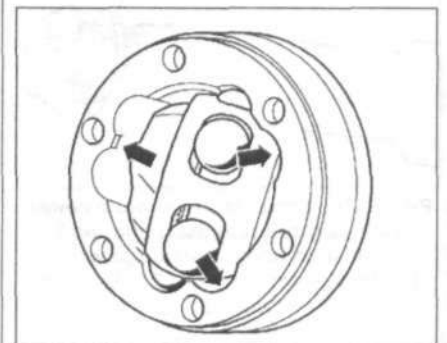

Рис. 9.38. Вставьте ступицу, установив ее в обойме так (стрелки), чтобы шарики находились на расстоянии, которое равно расстоянию их беговых дорожек.
8. Вставьте ступицу, установив ее в обойме так (стрелки), чтобы шарики находились на расстоянии, которое равно расстоянию их беговых дорожек (рис. 9.38).